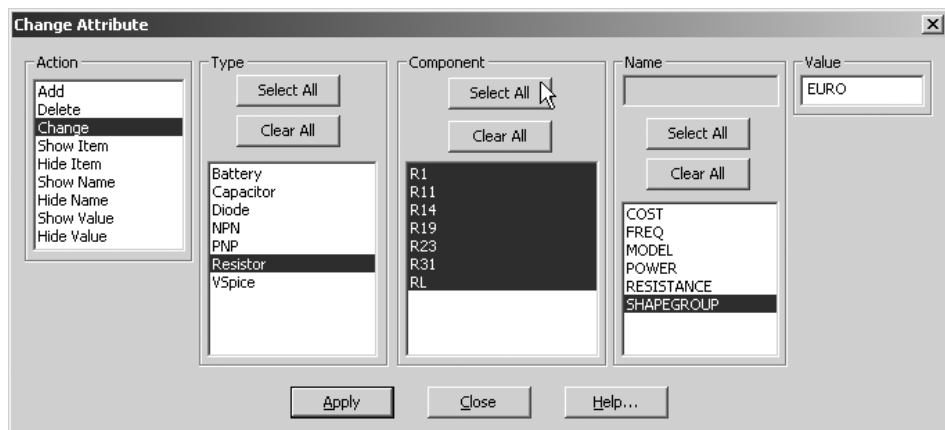

Рис. 3.4 – Диалоговое окно Change Attribute
- **Attributes** (, **CTRL+SHIFT+A**) — позволяет менять (добавлять, удалять) значения атрибутов компонентов схемы, а также включать/выключать их отображение на экране. Открывающееся вслед за выбором команды диалоговое окно *Change Attribute* позволяет запрограммировать групповую операцию. Так, например на рис. 3.4 показано изменение УГО всех резисторов в соответствии с европейским (российским) стандартом.